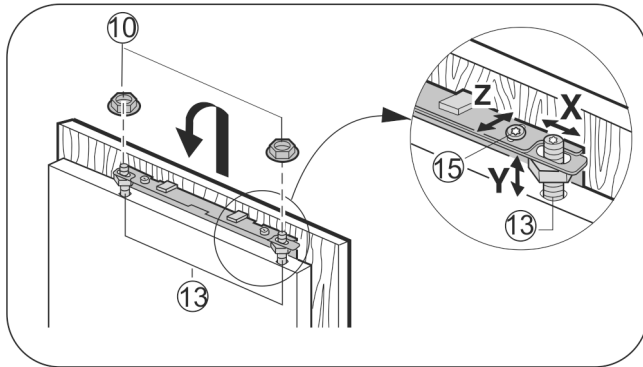

Fig. 27
- ▶ Baldo duris pakabinkite ant reguliavimo varžtų Fig. 27 (13) ir nestipriai priveržkite antveržles Fig. 27 (10).
- ▶ Baldo durelių aukščio Y ir šoninio pokrypio išlygiavimas: atsuktuvu pasukite reguliavimo varžtus Fig. 27 (13).
- ▶ Priveržkite antveržles Fig. 27 (10).